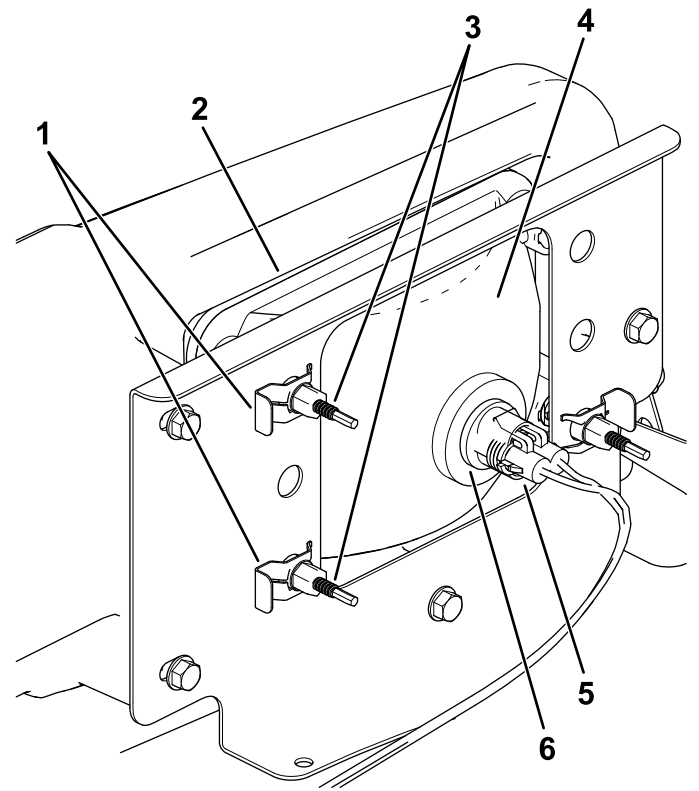

Figura 51
3. Desligue o conector elétrico para a cablagem do conector do conjunto da lâmpada (Figura 51).
4. Retire os cliques rápidos que fixam o farol ao respetivo suporte (Figura 51).
5. Retire o conjunto do farol movendo-o para a frente através da abertura no pára-choques dianteiro (Figura 51).
6. Instale o novo farol através da abertura no pára-choques (Figura 51).
8. Ligue o conector elétrico para a cablagem ao conector do conjunto da lâmpada (Figura 51).
5. Na parte traseira do conjunto de faróis, rode os parafusos de ajuste (Figura 51) para inclinar o conjunto dos faróis e alinhar a posição do feixe.